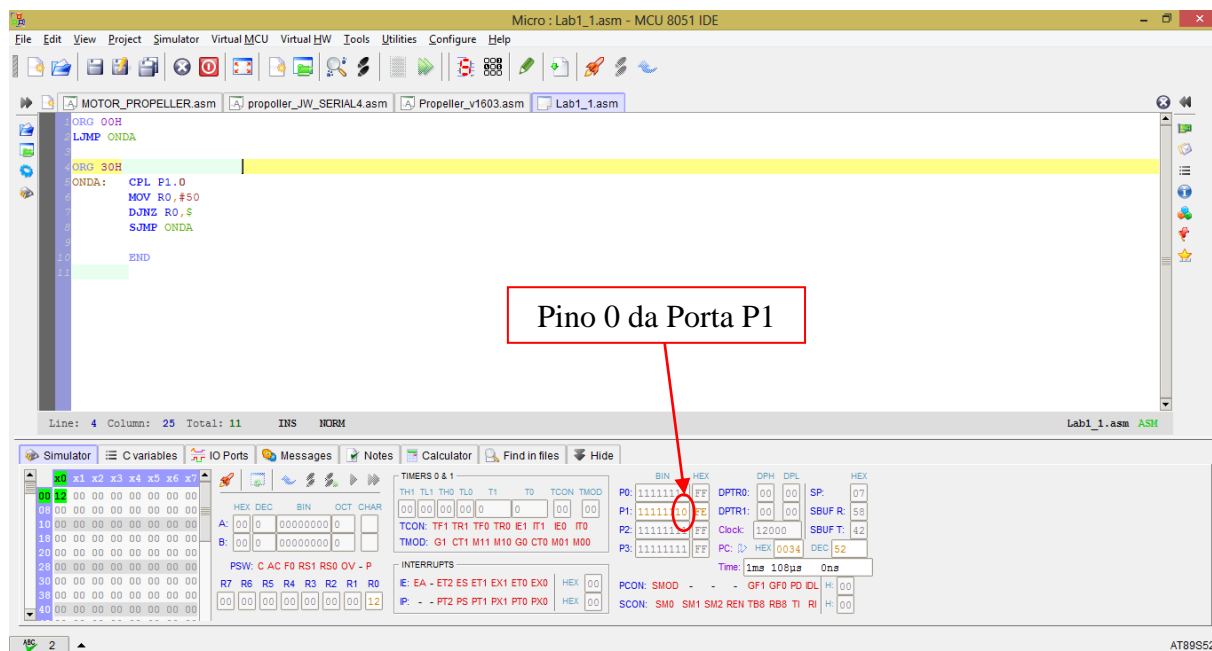

Fig. 2.1 – Visão de um instante durante a simulação com o MCU 8051
Passo 3: Veja o procedimento para simular o programa. A Fig. 2.1 mostra um instante da simulação usando o programa MCU 8051. Observe o **pino 0 da porta P1**, em destaque. Ela estará mudando de 0 para 1 e 1 para 0 em uma frequência constante, que é definida pelo atraso de tempo correspondente a $R0 = 50$. O resultado é uma onda quadrada no pino P1.0.